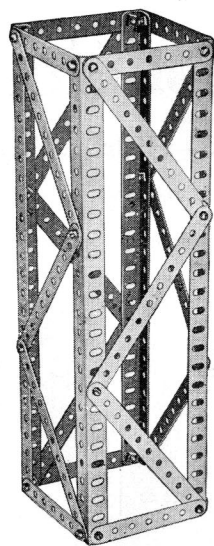

Fig. 4
Sin embargo, nuestros expertos proyectistas, no satisfechos aún con este éxito, dirigieron su atención al Motor a Resorte Meccano y se empeñaron en obtener un resultado semejante de esta sencilla pero útil forma de unidad de potencia. En Fig. 4 se representa el resultado de sus esfuerzos, un Tractor, y en Fig. 6 se demuestran claramente las asombrosas fuerzas de transporte de este modelo ingenioso.
El Motor a Resorte empleado en el Tractor expresa la doble función de "chassis" y unidad de potencia; y una Tira (2) de 14cm. y una Placa Plana de 6 x 6cm. deben de atornillarse en cada placa lateral del Motor como puede verse en Fig. 4. Soportes Dobles sostienen a correspondiente distancia aparte a las Placas (1) colocando Arandelas en las espigas de los Pernos para que los retengan en su lugar para proveer el correcto espacio. Los agujeros centrales forman cojinetes para una Varilla de 5cm. sobre la cual gira el eje delantero de marcha. Cada rueda de marcha consiste en una Polea de 5cm. provista de un Neumático Dunlop, y se monta en un Perno Pivotante fijado a una Tira Doblada de 60 x 12mm. Atornillase una Rueda con buje en el centro de la Tira Doblada, y se fija la citada Varilla de 6cm. en el cubo de la Rueda con buje, de esta manera se completa el montaje del eje delantero de marcha.